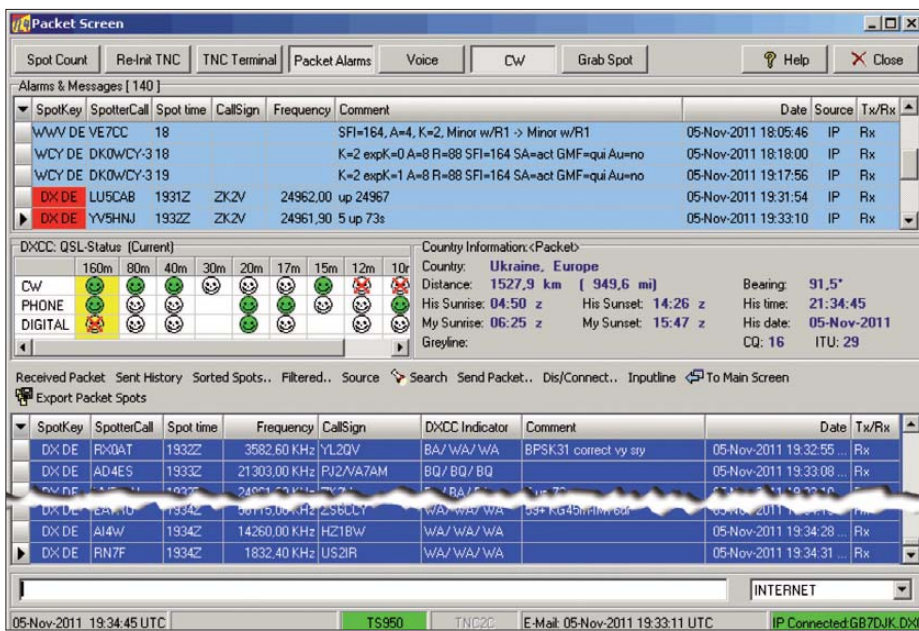
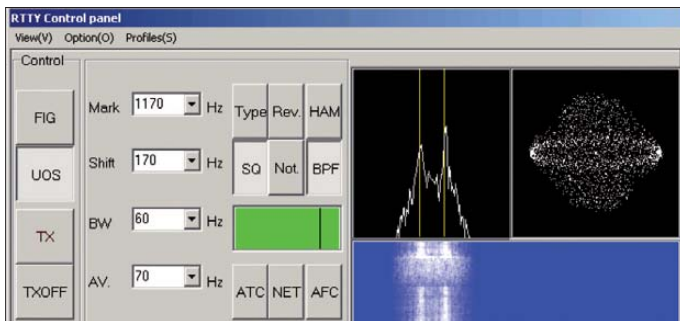
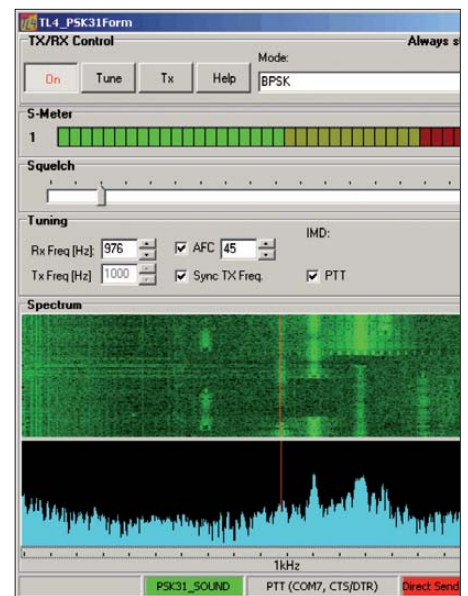

Bild 5: Das DX-Geschehen ständig im Blick: DX-Cluster-Bildschirm in TurboLog4
Bild 6:
Bild 7: Bedienfeld für BPSK-Betrieb
TurboLog4 unterstützt digitale Übertragungsarten, die über externe Controller und Geräte (SCS PTC-II, PK-232, Winkey K1EL [7] u. ä.) realisiert werden. Mit MMTTY [8] und BPSK [9] inklusive aller Varianten sind auch auf Soundkarten basierte Digimodes voll integriert. Die Unterstützung basiert auf einem einheitlichen Kommunikationsfenster und einer eigenen Bedienoberfläche für die jeweilige Betriebsart. Das generische Kommunikationsfenster zeigt Bild 5. Diese Bedienoberfläche verfügt über eine weitere Instanz der Log-Eingabezeile mit allen beschriebenen Einstellmöglichkeiten, einem Eingangsbereich (RX), einem Sendebereich (TX) sowie einem Puffer für Sendetexte (TX-Buffer). In der Mitte liegen Knöpfe mit Makros für gängige Texte. Daneben sind Steuerelemente für das jeweils angeschlossene Gerät oder Softwaremodul angeordnet. Die Schaltflächen für die Makros lassen sich vom Nutzer weitestgehend selbst konfigurieren. Dieses Konzept erlaubt es, alle Digimodes mit einer einheitlichen „Klaviatur“ zu bedienen und nicht immer neue Belegungen von Schaltflächen und Funktionstasten lernen zu müssen. Am Kommunikationsfenster hängen im Falle der per Soundkarte realisierten Digimodes die entsprechenden Bedienfelder. Bild 6 zeigt das Bedienfeld für MMTTY und Bild 7 das der verschiedenen Varianten der BPSK-Familie (PSK31 bis PSK125, QPSK31 bis QPSK125).